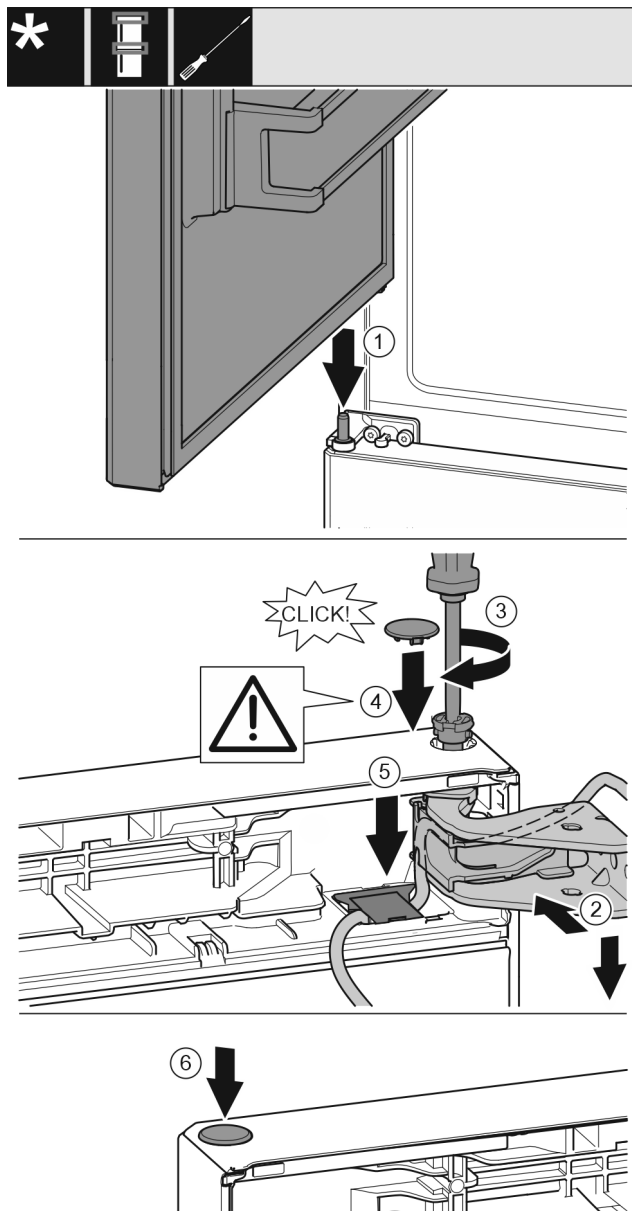

Fig. 30
- ▶ Mettere la porta superiore sul perno di supporto centrale. Fig. 30 (1)
- ▶ Allineare la porta in alto all'apertura nel blocco di supporto. Fig. 30 (2)
- ▶ Inserire i perni e serrare con il cacciavite T15. Fig. 30 (3)
- ▶ Montare la copertura di protezione della porta: inserire la copertura di protezione e controllare se appoggia sulla porta. Altrimenti inserire completamente il perno. Fig. 30 (4)
- ▶ Inserire i tappi. Fig. 30 (6)
- ▶ Inserire la copertura e premerla verso il basso fino all'innesto. Fig. 30 (5)